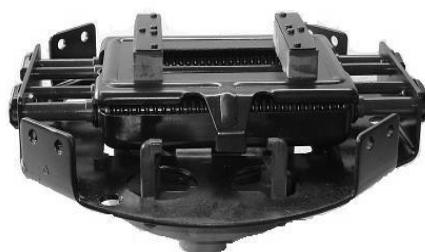

图 4
2.1.1 切换开关本体包括储能机构(图 4)、切换机构(触头系统)(图 3a, 图 3b)及过渡电阻器(图 3a, 图 3b)组成。